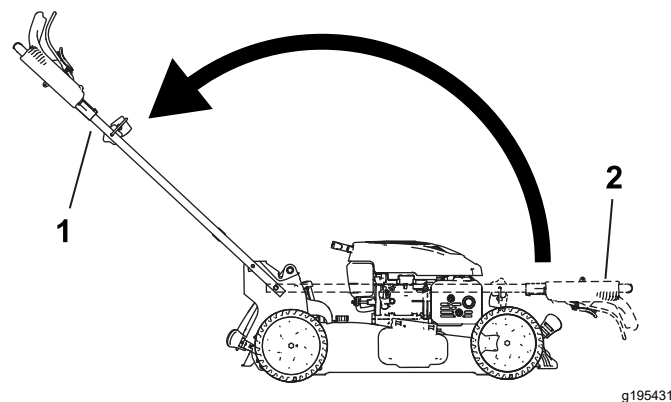

Figure 28
2. Repliez la poignée en le faisant pivoter en avant (Figure 28).